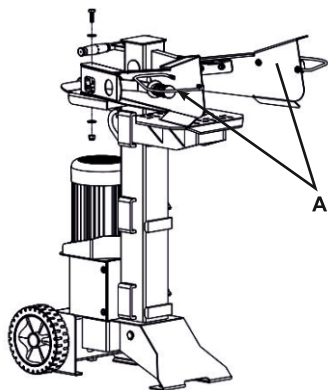

Рис.3
3.Подсоедините рычаги управления (А) (Рис.3).